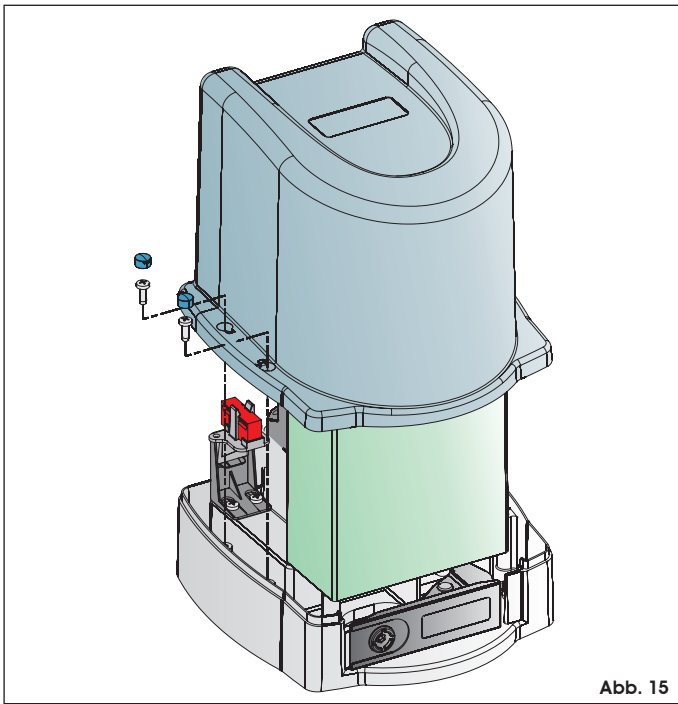

Abb. 15
3. Nach der Prüfung der Automation (Abschn. 5) das Schutzgehäuse mit Hilfe der mitgelieferten Schrauben am Antrieb befestigen, siehe Abb. 15.